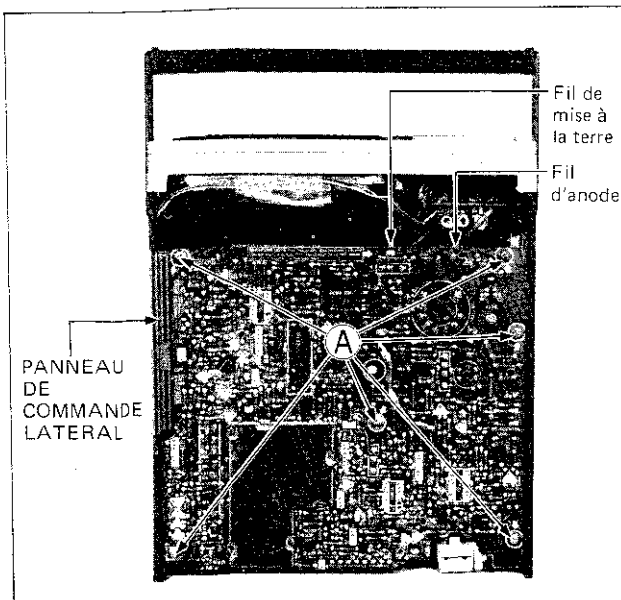

Fig. 2-1
1. Retirer les six vis indiquées par la lettre **(A)** sur la figure 2-1. Puis retirer le fil d'anode de la pince de fixation et le fil de terre.